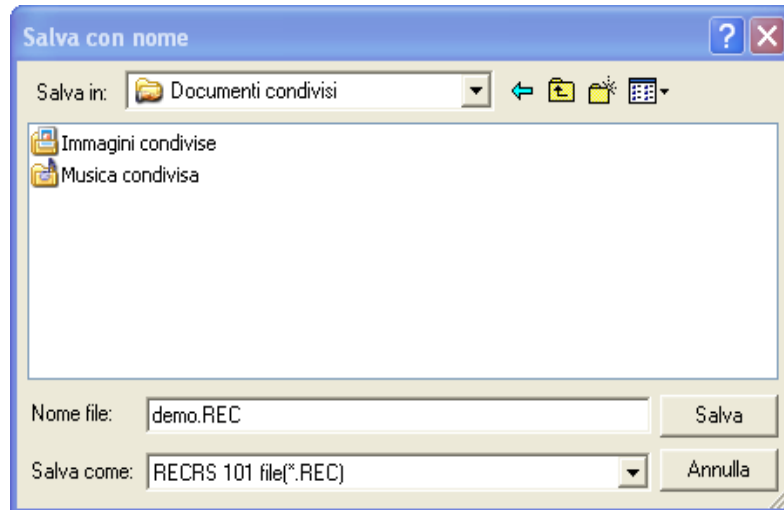

Fig. 26 – Creazione del file di progetto.
- 3) Inserire quindi il nome da assegnare al file di progetto e premere il pulsante "Salva" (fig. 26)